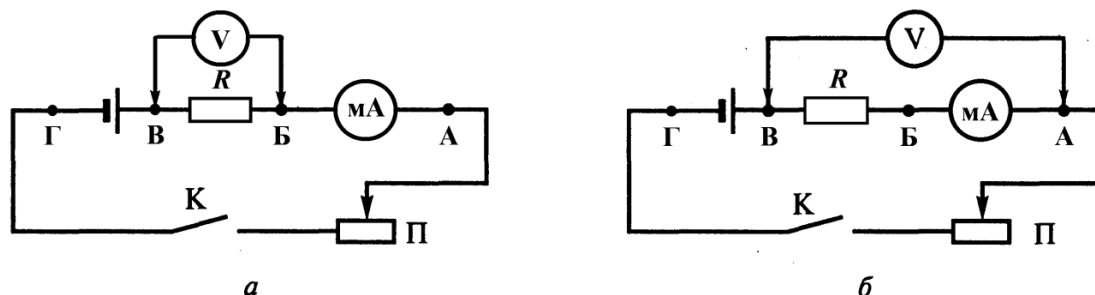

Рис. 5.3.
Для измерений в этом задании также используется схема рис. 5.3 б) с той разницей, что вольтметр подключается к точкам «А» и «Г», то есть к неоднородному участку цепи. В этом случае вольтметр подключен к неоднородному участку цепи. Если резистор  $R$  считать внутренним сопротивлением источника, то напряжение на концах этого участка:
После получения допуска к работе *обозначьте* на схеме рис. 5.3а зажим «-» каждого из приборов. *Соберите* цепь, включив в нее в качестве  $R$  один из неизвестных резисторов. При сборке можно использовать любой из двух предложенных выпрямителей.
*Отключите* правый по схеме вывод вольтметра (точка **Б** на рис. 5.3б). *Запишите* в тетради показания амперметра как  $I_0$ . *Сравните* его с результатом последнего из предыдущих измерений, используя символы «меньше, больше, равно», оценив тем самым влияние подключения вольтметра на силу тока в цепи.
*Перейдите* ко второй схеме измерений. Для этого *подключите* свободный вывод вольтметра к точке **А** (рис. 5.3б) и *замените* красный резистор на зеленый.